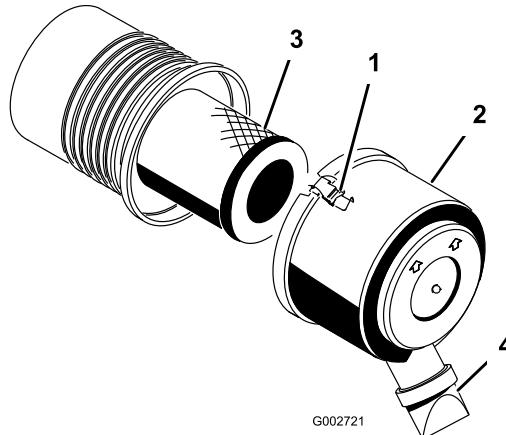

Bild 27
1. Lösen Sie die Riegel, mit denen die Abdeckung des Luftfiltergehäuses befestigt ist (Bild 27).